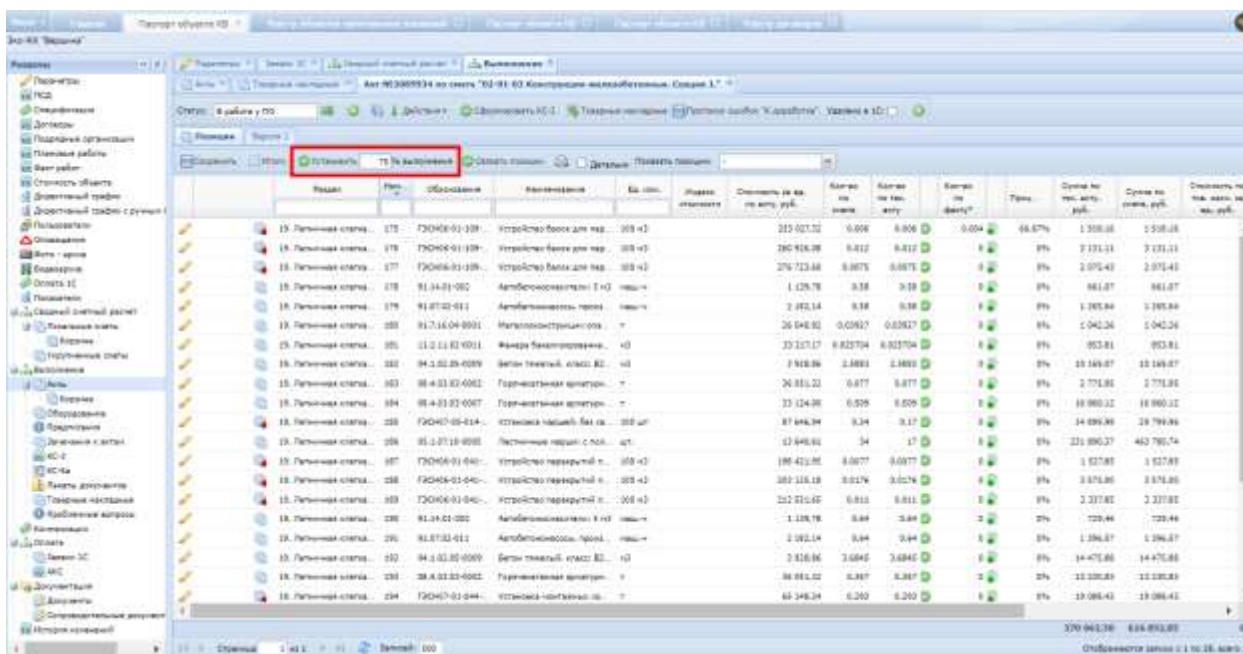

Рис. 108. Кнопка «Установить»
1. в поле «% выполнения» проставить массово всем позициям любое значение (до сотых), но не более «100» - нажать кнопку «Установить» (Рис. 108);